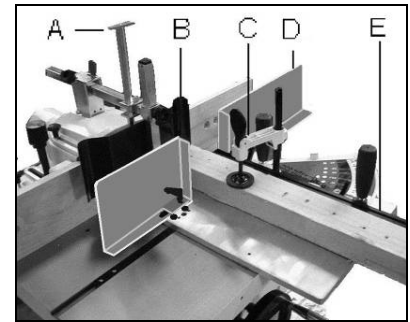

Fig 16
Der Werkstück-Niederhalter (C, Fig 16) und das Gehrungslineal mit Anschlag (E) gewährleisten die Stabilität des Werkstückes während der Bearbeitung.